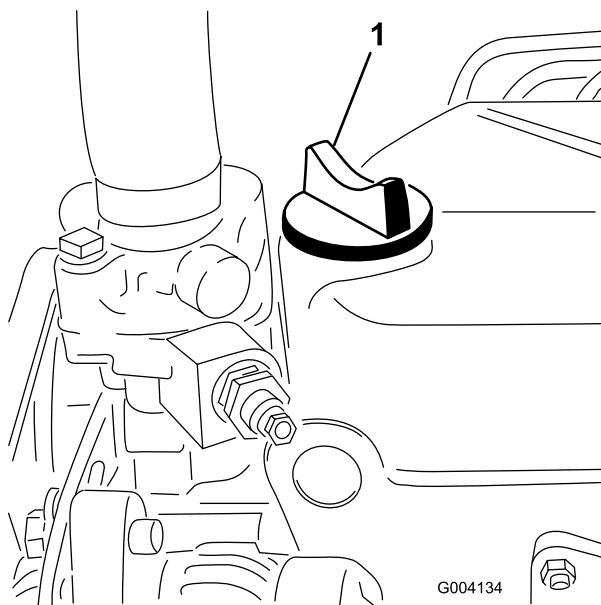

Bild 29
5. Wenn der Ölstand unter der Voll-Markierung liegt, nehmen Sie den Fülldeckel ab (Bild 29) und gießen Sie genug Öl ein, um den Ölstand bis zur Voll-Markierung anzuheben.